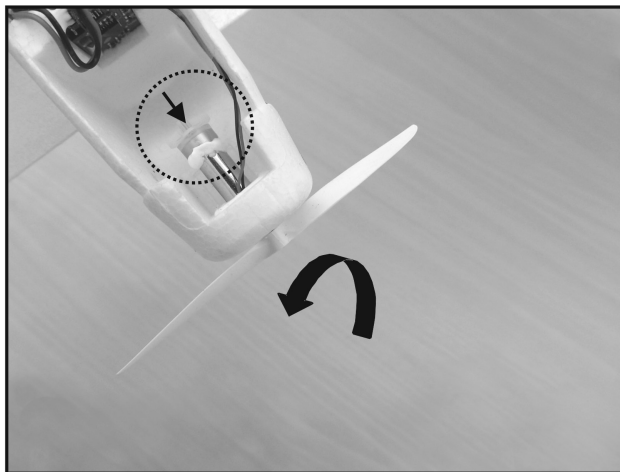

Figure 15
- Tenez fermement le gros pignon inférieur de l'arbre porte-hélice (voir la flèche de la figure 15).